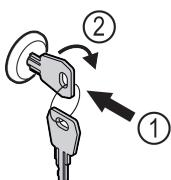

Fig. 91
- Ispauskite raktą Fig. 91 (1).
- Pasukite raktą 90° prieš laikrodžio rodyklę Fig. 91 (2).
- Pasukite raktą 90° pagal laikrodžio rodyklę Fig. 91 (2).